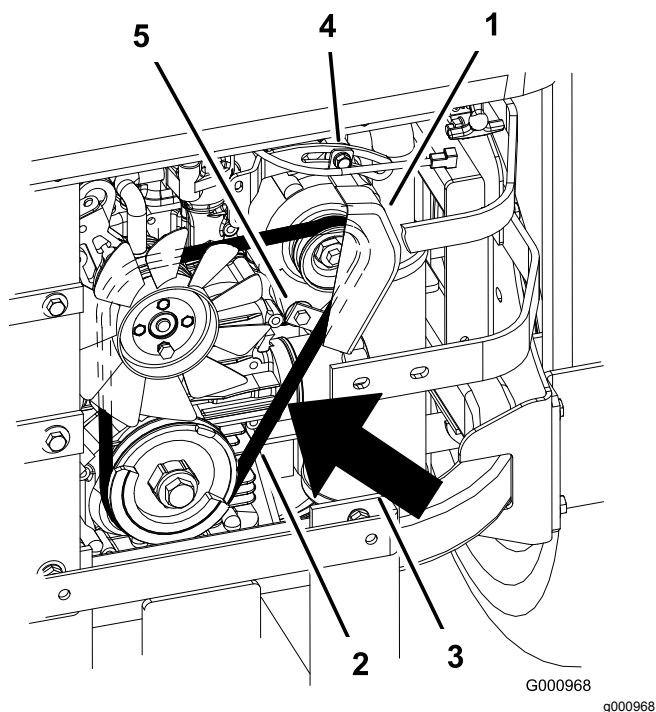

Figura 91
2. Ajuste el alternador hacia fuera hasta que quede una desviación de 7 a 11 mm en la correa entre el motor y las poleas del alternador con una fuerza de 10 kg (Figura 91).
5. Si la desviación es correcta, apriete los pernos inferior y superior (Figura 91).